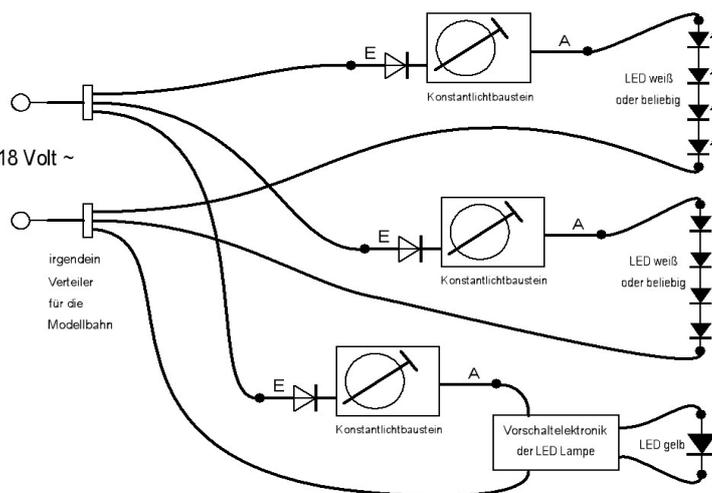

Bild 4: Konstantlichtbaustein 7202 in der Wechselstromanwendung
13. Richtig interessant wird es in Bild 4. Der Minibaustein 7202 kann an jede Wechselspannung direkt angeschossen werden. So können eben mal LEDs in einem Prellbock, die das Gleissperrsignal anzeigen, in der Helligkeit geregelt werden. Dazu ist kein großer Umbau nötig, der Baustein wird ja nur in eine Versorgungsleitung eingeschleift. Mit etwas Isolierband dazwischen kann man den Baustein sogar unter dem Schwellenbett von HO-Gleisen einbauen. Jede Wechselspannung bedeutet, das auch Digitalbahner den Baustein direkt aus der Digitalspannung versorgen können. Sogar nach Digitaldecodern kann der Baustein zur Helligkeitsregelung eingesetzt werden. Bitte die Schaltrichtung beachten, denn Decoder schalten grundsätzlich nach Masse.
15. In Bild 4 haben wir noch mal einige Beispiele zusammengestellt. Für die HOer haben wir in Punkt 13 die Anwendung der Prellbockbeleuchtung beschrieben. Schön auch in Bild 4 zu sehen, wie für Z-Bahner eine vorhandene LED Lampe aus dem Z-Programm anderer Hersteller über unseren Konstantlichtbaustein in der Helligkeit regelbar eingebunden werden kann. Dabei kann dessen Vorschalt elektronik, die nur aus Dioden und einem Vorwiderstand besteht, entfallen. Da aber ein Lötanschluss des zarten Anschlussfährnchens überaus schwierig ist, belässt man dessen kleine Platine zum einfachen Anschluss bestehen und schaltet zur bequemen Helligkeitsregelung unseren Baustein 7202 davor. Nun an den üblichen Lichtstromverteiler auf der Anlage anschließen kann jede LED nach eigenen Wünsche exakt eingestellt werden kann.